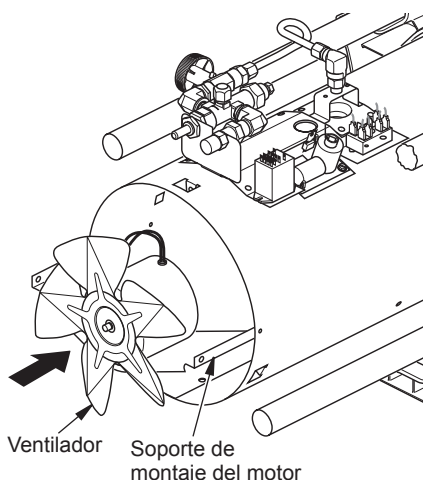

Figura 8 - Ventilador y motor al revés para limpieza
8. Gire el motor y el ventilador. Coloque el motor y ventilador dentro de la cubierta al revés. *Nota:* el motor debe entrar primero a la cubierta (consulte la figura 8).
9. Alinee los orificios de montaje de la parte posterior de la cubierta con los primeros orificios de cada lado del montaje del motor (consulte la figura 8). *Nota:* cuando los orificios estén alineados, el ventilador deberá estar fuera de la cubierta.